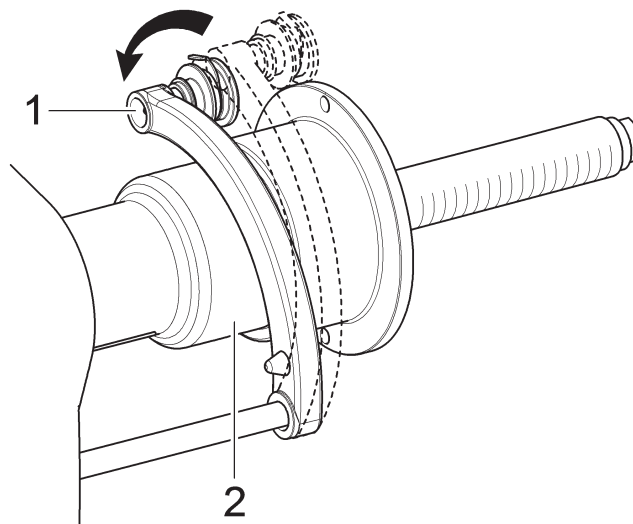

Abb. 45
Durch wiederholtes Inkontaktbringen des Messarms (Abb. 45 Pkt. 1) mit der Spindel (Abb. 45 Pkt. 2) wechselt das Programm zyklisch von „STATISCH“ zu „STATISCH 1“ zu „STATISCH 2“ und kehrt dann zum Anfang zurück.
2. bringen Sie in Verbindung den Greifer für die Anbringungsstelle des Gewichtes mit dem inneren Teil der Felge (2 Kontaktpunkte) (siehe Abb. 45) um „ALU-S“ zu wählen;
Durch wiederholtes Inkontaktbringen des Messarms (Abb. 45 Pkt. 1) mit der Spindel (Abb. 45 Pkt. 2) wechselt das Programm zyklisch von „ALU-S“ zu „ALU-S1“ zu „ALU-S2“ und kehrt dann von dort zurück Start.
1. entfernen Sie den Arm des Abstand-Durchmesser Tasters und bringen Sie die Gewichtszange in Kontakt mit dem inneren Teil der Felge, wie in Abb. 45 gezeigt wird;